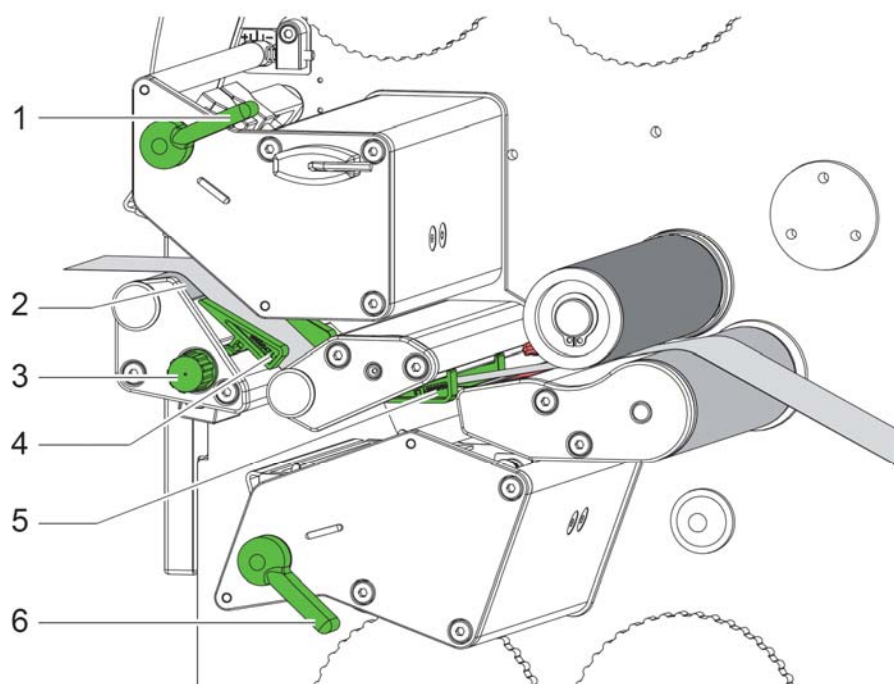

图 9 置入标签纸到前方打印模块
2. 如下图9所示，逆时针转动上印字头固定旋钮(1)与顺时针转动下印字头固定旋钮(6)，以便抬起印字头；
4. 如下图9所示的路径安装标签纸，将标签纸通过标签纸导引夹(4,5)直到上打印滚轴(2)的位置；